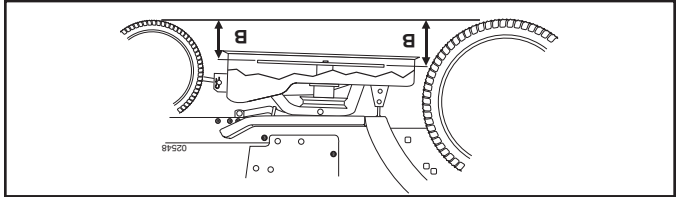

Fig. 30
- AJUSTEMENT AVANT/ARRIÈRE (Voir la Fig. 30 et 31)